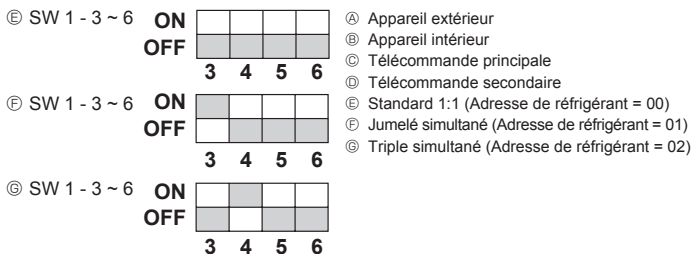

Fig. 9-1
- ① Mettre sous tension (coupe-circuit).
- ② Une fois la vanne d'arrêt de gaz fermée, activer le commutateur SWP sur la carte de commande de l'appareil extérieur. Le compresseur (appareil extérieur) et les ventilateurs (appareils intérieur et extérieur) s'enclenchent et la récupération du réfrigérant commence. Les témoins DEL 1 et 2 de la carte de commande de l'appareil extérieur s'allument.
- ③ L'appareil s'arrêtant automatiquement deux à trois minutes après la récupération de réfrigérant (témoins DEL 1 et 2 allumés), veiller à fermer rapidement la vanne d'arrêt de gaz. Lorsque les témoins DEL 1 et 2 sont allumés et que l'appareil extérieur est arrêté, ouvrir la vanne d'arrêt de liquide au maximum et répéter l'étape ② après trois minutes.
- ④ Mettre hors tension (coupe-circuit).
9. Contrôle du système (Fig. 9-1)